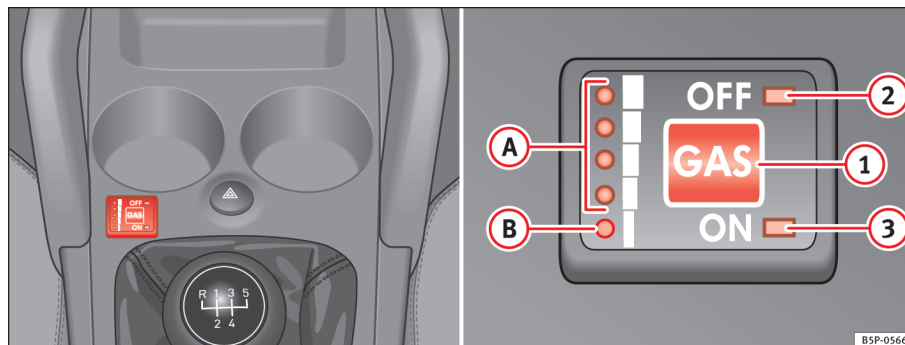

Fig. 138 Midterkonsol: kontakter og kontrollamper til autogasanlægget
Skiftet fra autogas- til benzindrift kan foretages, mens motoren er startet, og endda mens bilen kører, ved at trykke på knappen **GAS** ⇒ fig. 138 ①. Den valgte driftstype vises ved hjælp af kontrollamperne **OFF** ② (kørsel på benzin) og **ON** ③ (kørsel på autogas).